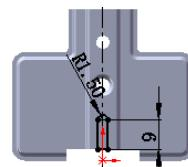

图 16.6.49 横断面草图
② 定义横断面草图。在草图环境中绘制图 16.6.49 所示的横断面草图。
(3) 定义切除深度属性。在“切除—拉伸”对话框 **方向 1** 区域的 下拉列表中选择 **给定深度** 选项，选中 **与厚度相等(L)** 复选框。
(4) 单击对话框中的 按钮，完成切除—拉伸 2 的创建。